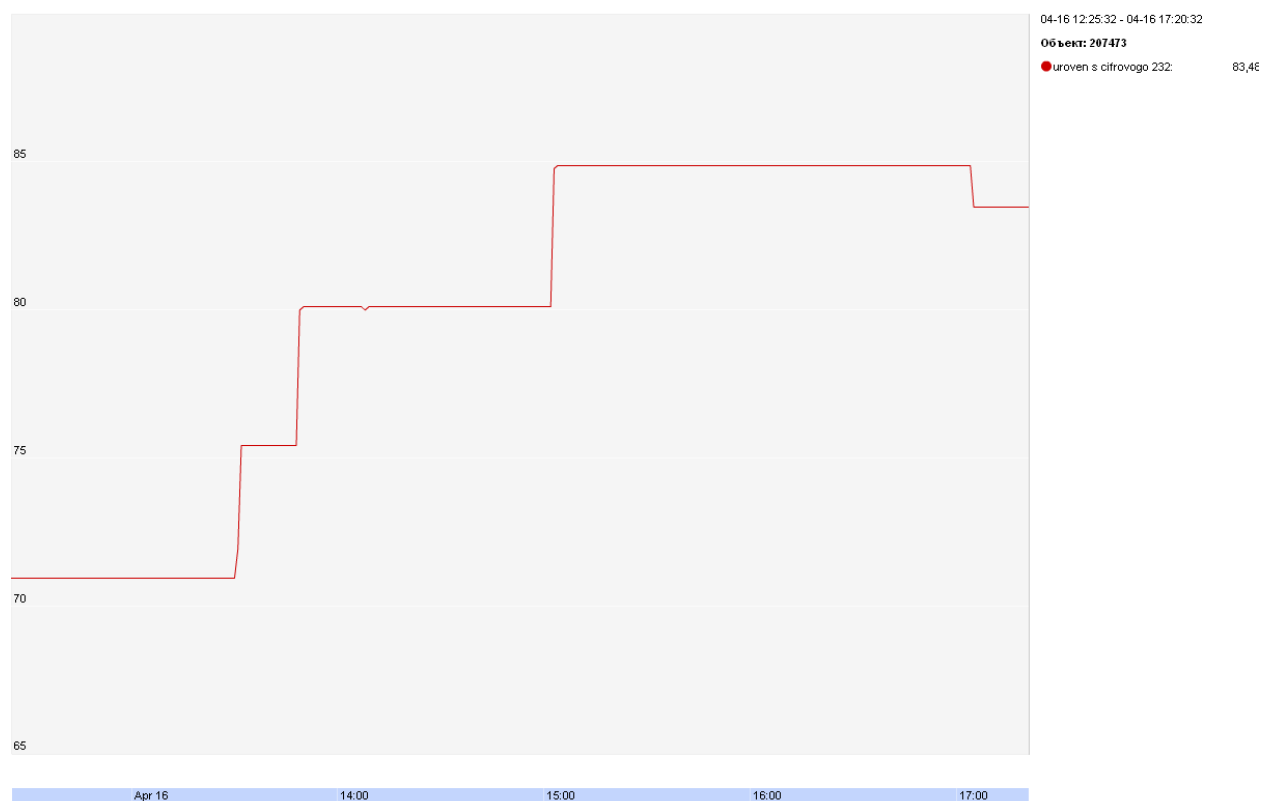

Рисунок 5 График уровня топлива
3.4. Проверить данные по уровню топлива на web сервере Trust-Track (Рис. 5):